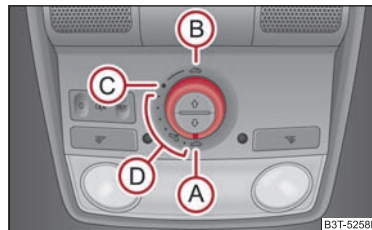

Fig. 9 Interruttore del tetto scorrevole panoramico
Il tetto scorrevole panoramico con tendina parasole avvolgibile si aziona con l'apposito interruttore ⇒ fig. 9 solo ad accensione inserita. L'interruttore può essere innestato in più posizioni.
- Portare l'interruttore in posizione **(C)** ⇒ pag. 8, fig. 9.
- Portare l'interruttore in posizione **(A)** ⇒ pag. 8, fig. 9.
Il tetto scorrevole panoramico è munito di un dispositivo di limitazione della forza. Il tetto scorrevole panoramico si arresta e torna indietro di alcuni centimetri, se non riesce a chiudersi a causa di un impedimento (ad es. ghiaccio). Il tetto scorrevole panoramico si può chiudere completamente, escludendo il dispositivo di limitazione forza, portando in avanti l'interruttore nella posizione **(A)** ⇒ pag. 8, fig. 9 finché il tetto non è completamente chiuso ⇒ ⚠.
Per l'inizializzazione del tetto scorrevole panoramico mantenere l'interruttore in posizione **(A)** ⇒ pag. 8, fig. 9 per circa 10 secondi.